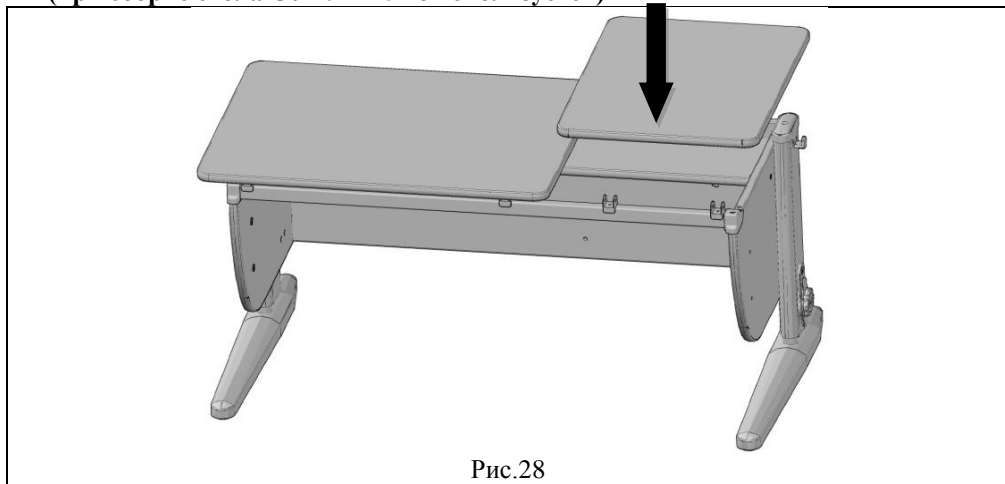

Рис.28
4.6.6. На сборку по п.4.6.2. положить сверху столешницу (сборка по п.4.5.5.) так, чтобы выступы верхних частей шарниров входили в пазы нижних частей шарниров, а оси отверстий совпадали. В отверстия шарниров вставить винты М6х32 (поз. 4, пакет № 51) и навернуть гайки самоконтрящиеся (поз. 1, пакет № 51) согласно рис. 28, 23а.